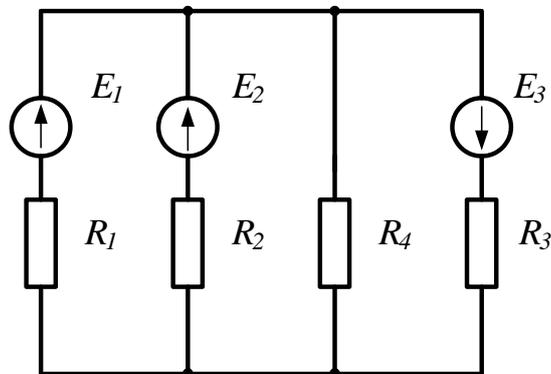

Рисунок 26
**Задача 23.** В цепи (рис.26) ЭДС источников питания равны  $E_1=120\text{В}$ ,  $E_2=200\text{В}$ ,  $E_3=100\text{В}$ , а сопротивления ветвей соответственно  $R_1=1\text{Ом}$ ,  $R_2=2\text{Ом}$ ,  $R_3=4\text{Ом}$ ,  $R_4=5\text{Ом}$ . Рассчитать токи в ветвях цепи методом контурных токов, определить режим работы каждого из источников. Составить баланс мощностей.